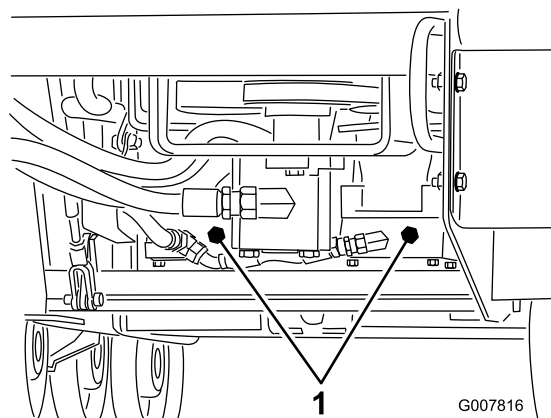

Figura 22
3. Con l'aiuto di una chiave, girate due volte in senso antiorario le valvole per il rimorchio situate sulle pompe idrauliche (Figura 22).